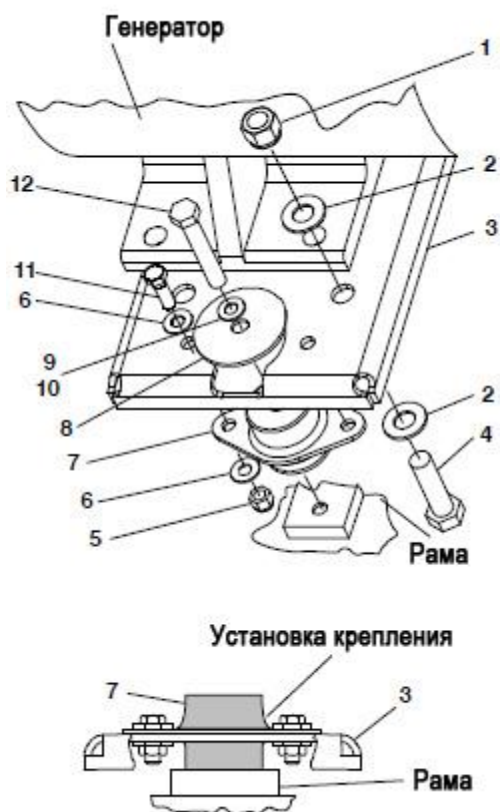

Рисунок 4-8. Амортизаторы генератора
- с. Замена амортизаторов генератора (см. Рисунок 4-8)